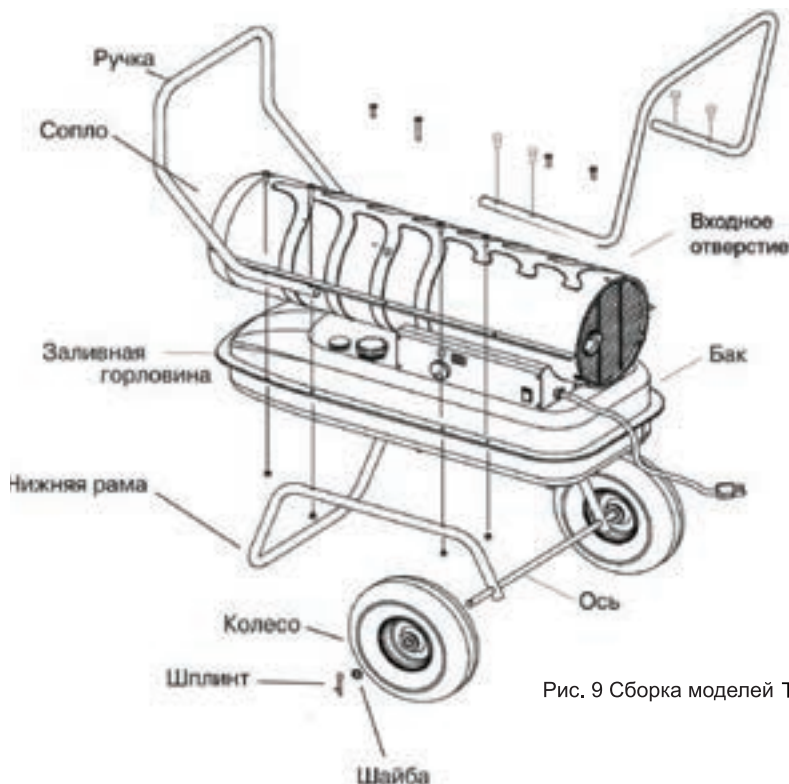

Рис. 9 Сборка моделей TK-30000
1. Пропустить колесную ось через опорную раму для колес. Установить колеса на ось, повернув колесную втулку по направлению к опорной раме. (См. Рис. 9).